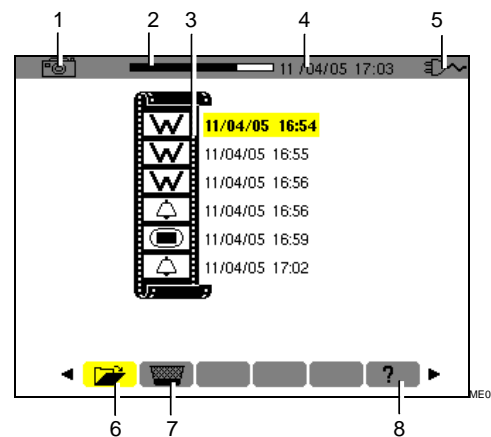

Abbildung 42: Anzeigebeispiel der Bildschirmfotografieliste.
In der Anzeige erscheint die Liste der gespeicherten Bildschirmfotografien (Abbildung 42).
1. Die Bildschirmseite Liste der Bildschirmfotografien ist angezeigt (Abbildung 42). Vergewissern Sie sich, dass das Untermenü  (unten im Display) markiert ist.
4. Gehen Sie mit ↵ zur Liste der Bildschirmfotografien zurück (Abbildung 42)
1. Die Bildschirmseite Liste der Bildschirmfotografien ist angezeigt (Abbildung 42). Markieren Sie das Untermenü  (unten im Display) mit ◀▶.